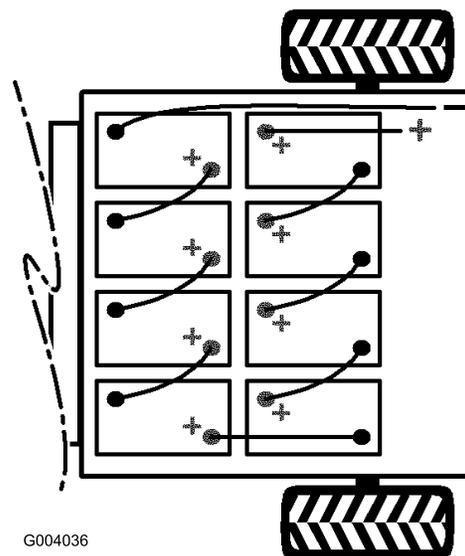

Figura 37
2. Scollegate dal polo della batteria il cavo nero, lungo, negativo principale che collega la serie di batterie al veicolo (Figura 37).
3. Scollegate dal polo della batteria il cavo rosso, lungo, positivo principale che collega la serie di batterie al veicolo (Figura 37).
Nota: Prestate attenzione alla polarità delle batterie quando montate le batterie nuove (Figura 37).
9. Collegate tutte le batterie utilizzando i cavi precedentemente scollegati, come illustra Figura 37.
10. Collegate il cavo rosso, lungo, positivo principale tra la serie di batterie ed il veicolo (Figura 37).
11. Collegate il cavo nero, lungo, negativo principale tra la serie di batterie ed il veicolo (Figura 37).